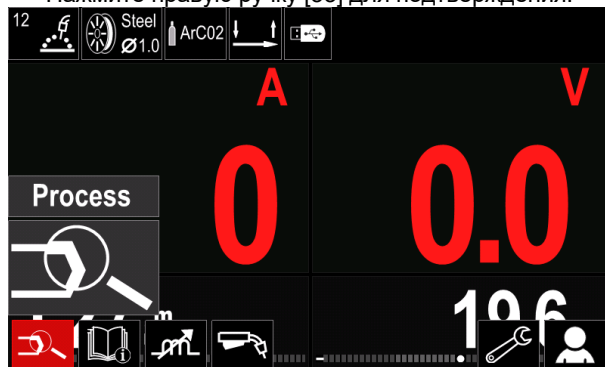

Рисунок 11
- Войдите в меню "Настройки пользователя" (см. Рисунок 11.)